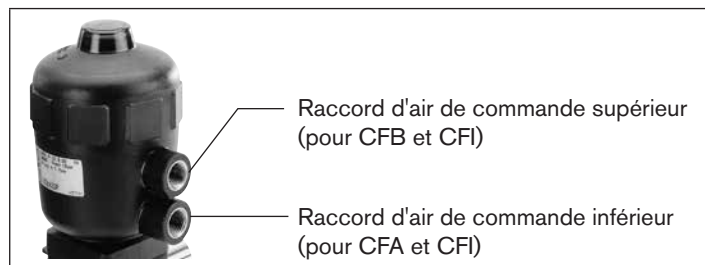

Fig. 30 : Raccord d'air de commande
- Appliquez de l'air comprimé sur le raccord d'air de commande (valeur indiquée sur la plaque signalétique) (voir « Fig. 30 : Raccord d'air de commande »). Cela est nécessaire pour que la membrane se détache du corps sans être endommagée.
- Appliquez de l'air comprimé sur le raccord d'air de commande (valeur indiquée sur la plaque signalétique) (voir « Fig. 30 »).
- Appliquez de l'air comprimé sur le raccord supérieur d'air de commande (valeur indiquée sur la plaque signalétique) (voir figure suivante « Fig. 30 »).